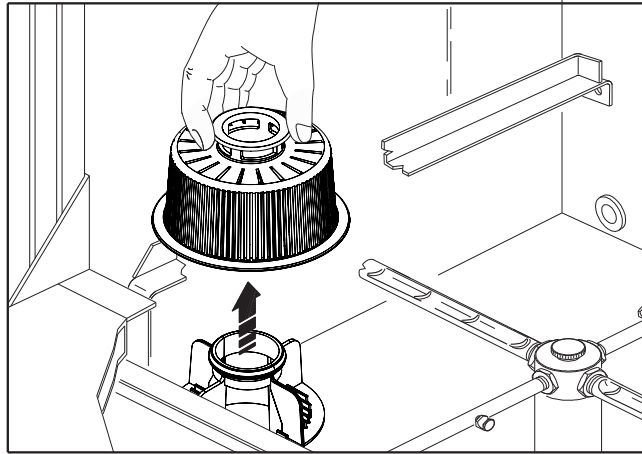

Fig. 17
5. Saque y limpie el filtro de la bomba de lavado (fig. 17) y los filtros del tanque, si están presentes
9. Saque y limpie el filtro de la bomba de lavado (fig. 17) y los filtros del tanque, si están presentes